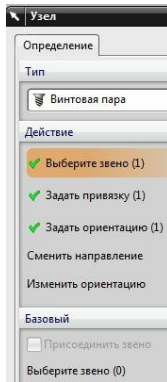

рис.47
- При оформлении *Винтовой пары* (рис.47) в диалоговом окне вы обычным способом должны указать только гайку (поскольку вал неподвижен), *задать привязку* (произвольную точку), и *указать ориентацию* (ось вращения гайки относительно вала).